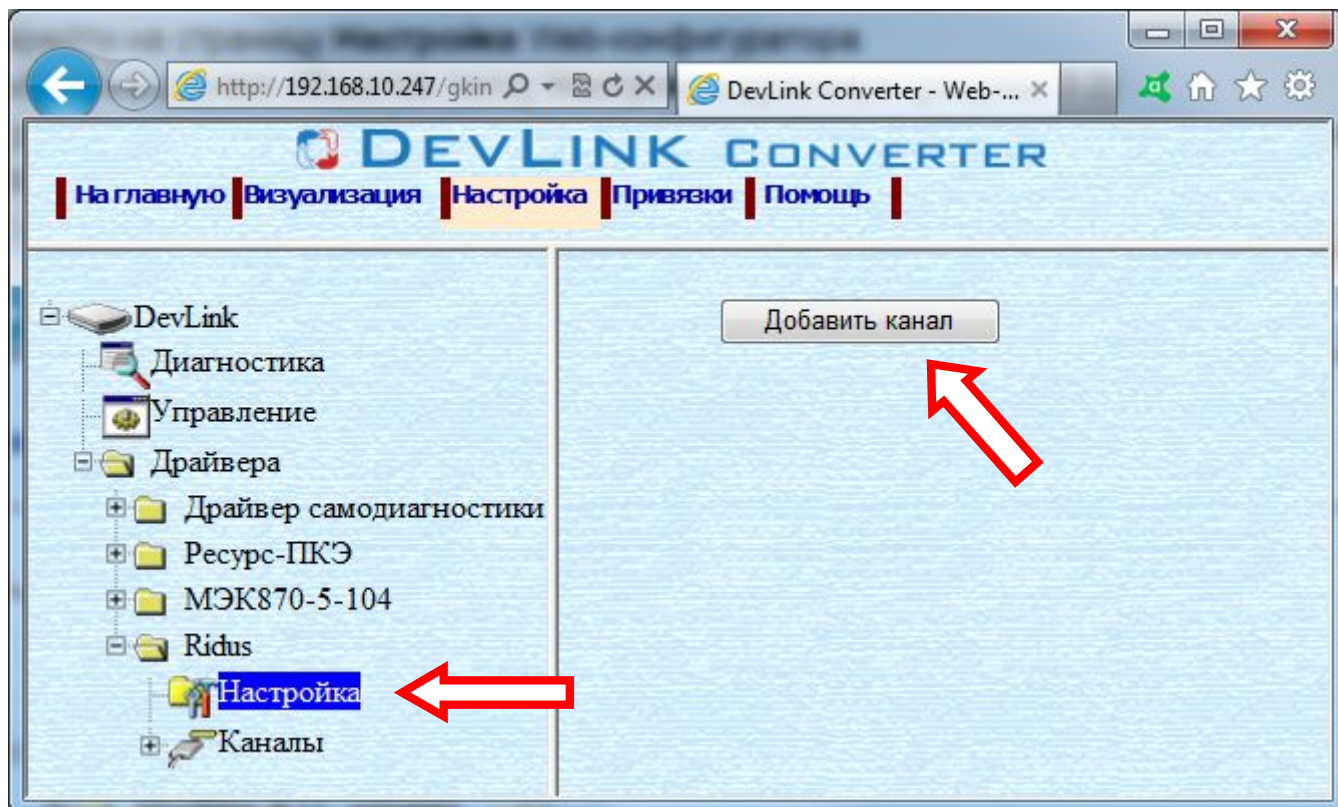

Рисунок 3.2 – Добавление канала драйвера
- 2 Выбрать в дереве объектов папку **Настройка** драйвера (рисунок 3.2)